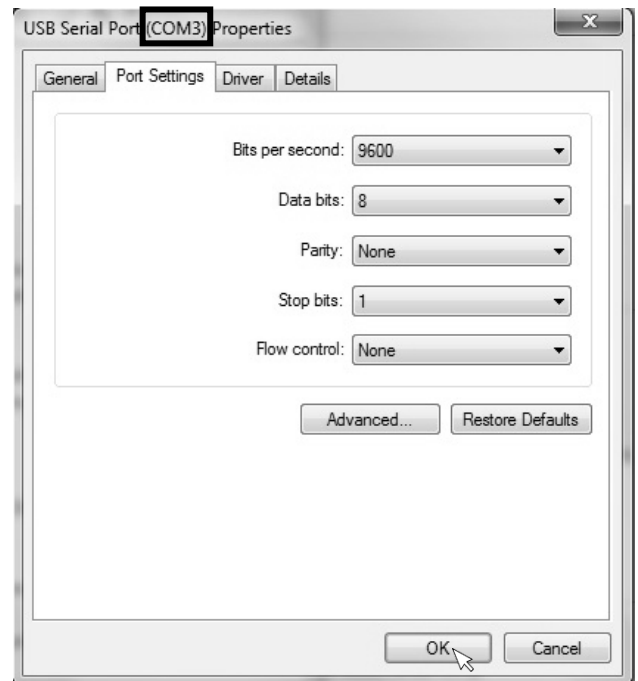

Abbildung 12: Öffnen der Einstellungen für seriellen USB-Anschluss
5. Wählen Sie unter der Systemsteuerung von Windows™ den Geräte-Manager und scrollen Sie zu Anschlüsse (COM & LPT). Wurden die Treiber erfolgreich installiert, erscheint „USB Serial Port (COM xx)“ (siehe Abb. 12). Dabei ist xx = die Nummer des COM-Ports, die der Computer dem Gerät zugewiesen hat. Notieren Sie sich diese Nummer. Klicken Sie auf „USB serial port“, um den Eigenschaftendialog zu öffnen. Klicken Sie auf den Reiter „Anschlusseinstellungen“ (Port settings). Achten Sie auf Folgendes: